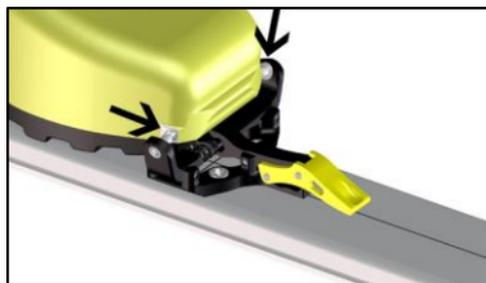
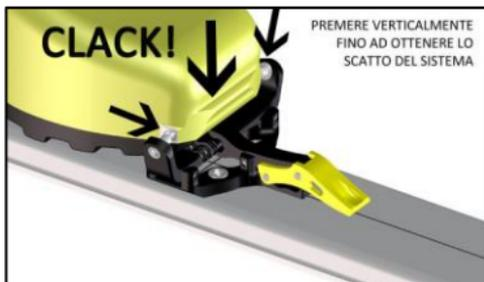
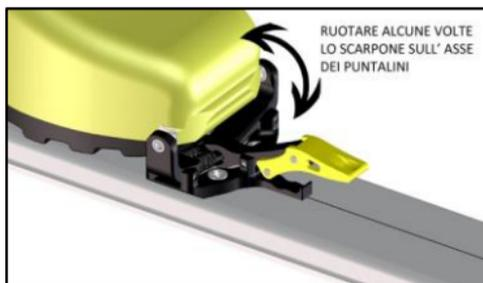

FIGURA 13
FIGURA 14
FIGURA 15
- Avvicinare la punta scarpa al puntale, portando le due sedi dell'inserto metallico anteriore dello scarpone in corrispondenza dei puntalini di aggancio dell'attacco (FIGURA 13). Da questa posizione, premere la punta scarpa verso il basso (verticalmente) generando lo scatto del sistema elastico che andrà a chiudersi sullo scarpone (FIGURA 14/15). Far oscillare poi alcune volte lo scarpone sull'asse dei puntalini, per verificare il corretto accoppiamento scarpone attacco, come mostrato in FIGURA 15.